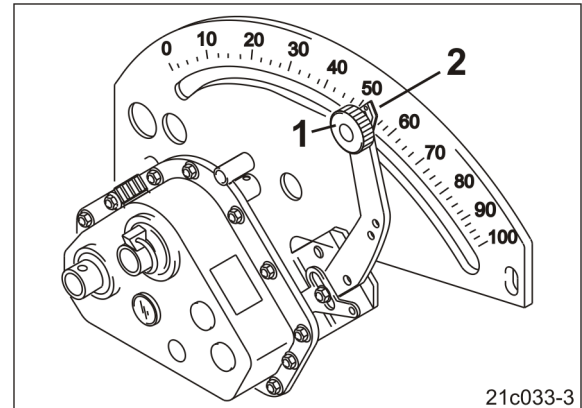

Bild 221
4. Ställ visaren (Bild 221/2) på växelspaken på växelinställningsvärdet 100.
5. Dra fast låsknoppen (Bild 221/1).